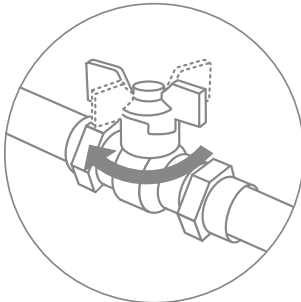

Рис. 7
1. Перед началом работ перекройте подачу холодной воды (рис. 7) к месту подключения и сбросьте давление воды в системе, открыв вентиль смесителя.